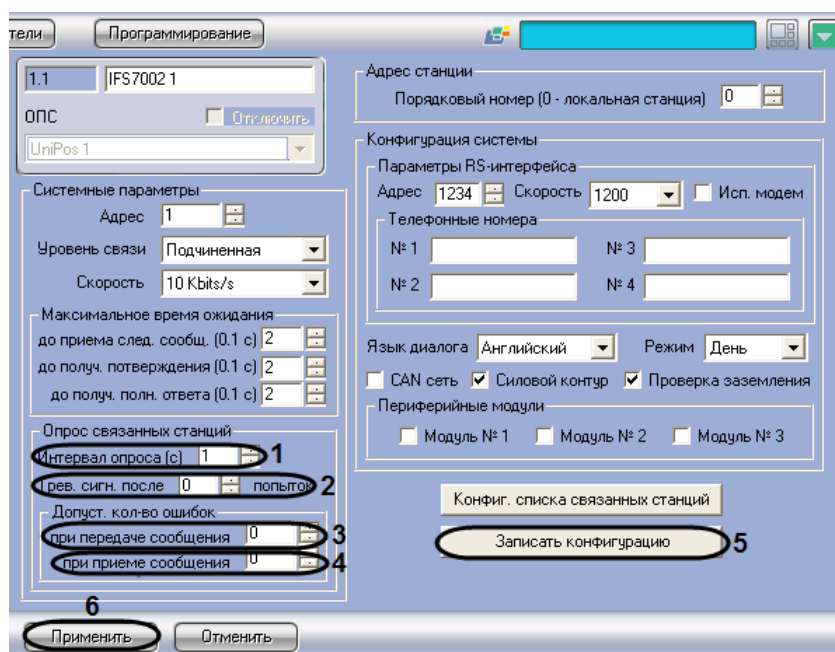

Рис. 3.3-9 Настройка опроса связанных станций
1. Перейти на панель настройки объекта IFS7002 (Рис. 3.3-9).
2. В поле со списком **Интервал опроса (с)** ввести интервал времени между двумя последовательными проверками станцией CAN-соединений со связанными станциями. Параметр измеряется в секундах (см. Рис. 3.3-9, **1**)
3. В поле со списком **Трев. сигн. после попыток** задать частоту успешных проверок станцией CAN-соединения, сопровождающихся коротким оповещением по зуммеру. В случае, если задано значение **0**, оповещение по зуммеру в случае успешной попытки не производится. В случае, если задано значение N, оповещение производится для каждой N-ной успешной проверки (см. Рис. 3.3-9, **2**).
4. В поле **при передаче сообщения** группы **Допуст. кол-во ошибок** ввести с помощью кнопок **вверх-вниз** максимальное допустимое количество CAN-ошибок при передаче сообщения связанной станции. При превышении данного количества соединение со связанной станцией считается разорванным (см. Рис. 3.3-9, **3**).
5. В поле **при приеме сообщения** группы **Допуст. кол-во ошибок** ввести с помощью кнопок **вверх-вниз** максимальное допустимое количество CAN-ошибок при получении сообщения от связанной станции. При превышении данного количества соединение со связанной станцией считается разорванным (см. Рис. 3.3-9, 4).
6. Для применения настроек на станции нажать кнопку **Записать конфигурацию** (см. Рис. 3.3-9, 5).
7. Для сохранения настроек во внутренней базе данных ПК *ACFA Intellect* нажать кнопку **Применить** (см. Рис. 3.3-9, 6).